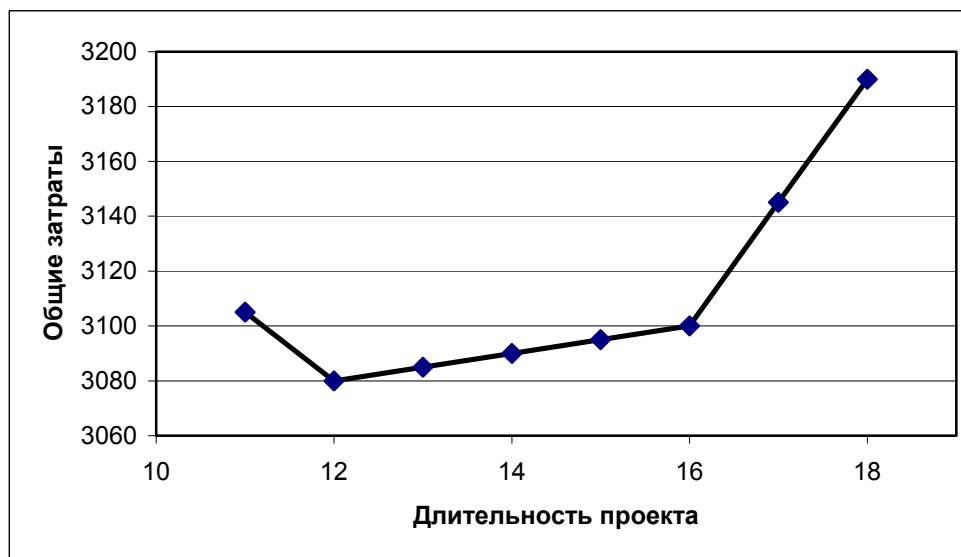

Рис. 5.10. Зависимость общих затрат от длительности проекта
Окончательные результаты выполненных расчетов иллюстрируются на рис. 5.10.
**Замечание:** Встречаются ситуации, когда при сокращении продолжительности выполнения проекта увеличивают ранее сжатые операции. Рис. 5.10 соответствует одной из таких типичных ситуаций.